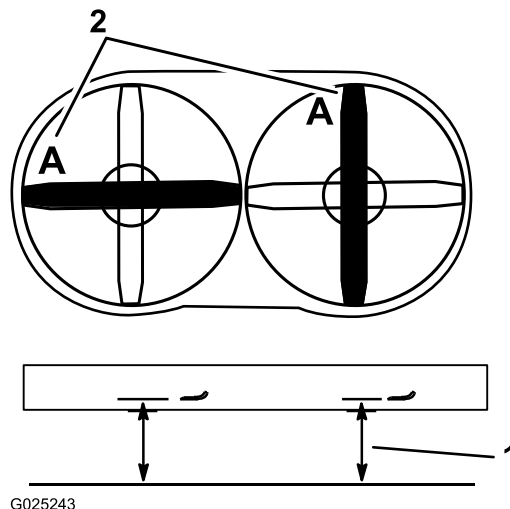

Figure 64
3. Faites tourner une lame, comme montré à la Figure 64.
4. Mesurez la distance entre la surface plane et le tranchant à la position A de la lame (Figure 64). Notez cette valeur.